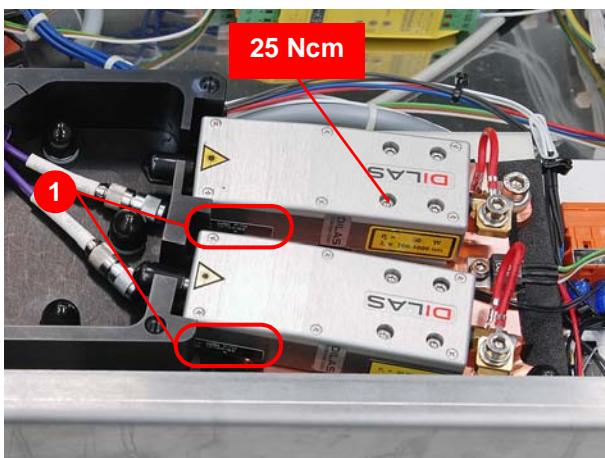

Abbildung 7.84 Diodenmodule einsetzen
Achtung: Vor Einbau des Diodenmoduls kontrollieren, daß sich die korrekte Artikelnummer am Diodenmodul befindet, (1) (Abbildung 7.84)!